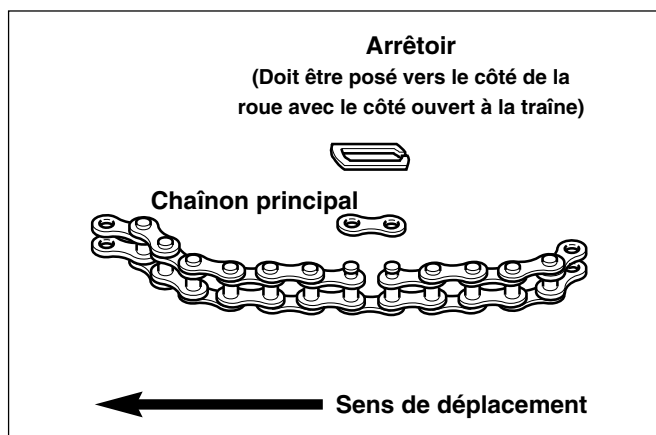

Figure 28. Chaînon principal de la chaîne à rouleaux
6. Installer une chaîne neuve et un arrêt comme illustré à la Figure 28.